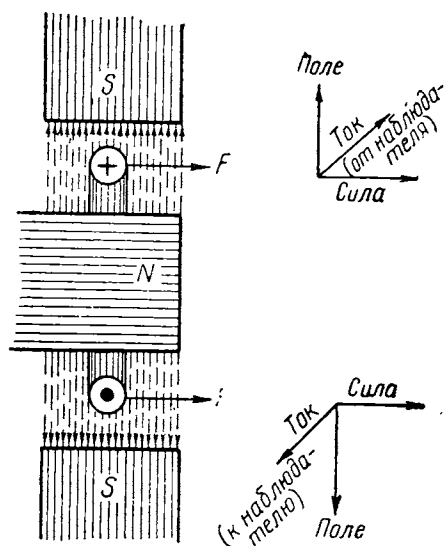

Рис. 1. Принцип действия электродинамического громкоговорителя
Принцип действия электродинамического громкоговорителя легко понять, если вспомнить, как ведет себя проводник с током, помещенный в поле постоянного магнита. На рис. 1 изображен в разрезе магнит, у которого один полюс (N) имеет вид круглого стержня, входящего в отверстие пластины, являющейся вторым полюсом (S). В круговую щель, образованную полюсами, вложен виток провода, по которому протекает постоянный ток; сечение проводника также показано на рис. 1. Направление тока, обозначенное на рисунке, указывает, что в верхнем сечении он уходит от наблюдателя (+), в нижнем — идет к нему (-). Как только по проводнику пошел ток, на него начинает действовать сила, стремящаяся сдвинуть его. Эта сила называется электродинамической. Она направлена перпендикулярно направлению магнитных силовых линий и направлению тока*.
В соответствии с обозначениями рис. 1 виток будет перемещаться к правому краю магнита. При изменении направления силовых линий поля или тока изменится и направление действующей силы, и виток начнет перемещаться к левому краю зазора магнитной системы.